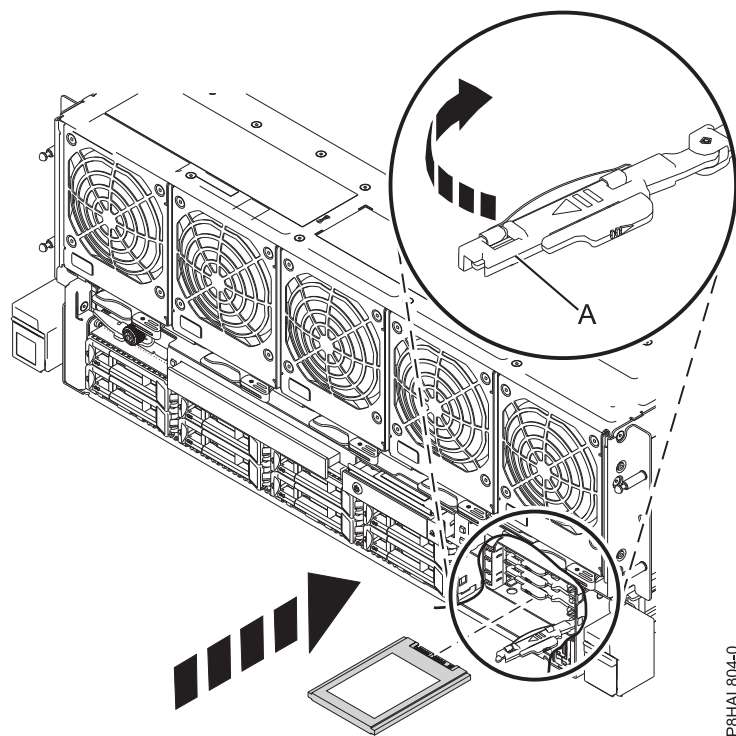

図 9. 8408-44E または 8408-E8E システムへの SSD の取り付け
14. SSD ドライブ・ベイ・ハンドル (A) をアンロック位置にした状態状態で、SSD スロット内のガイド・レールにアクセスできるようにレバーを外側に引きます。SSD の底面を支えて、SSD スロットのガイド・レールに位置を合わせます。17 ページの図 9を参照してください。
18. 示されている方向にベイ・ハンドル (A)を回転させて、ドライブをロックします。 図 9